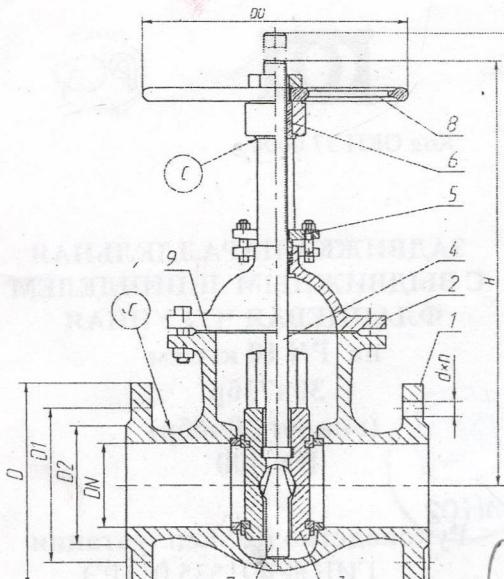

Рис.1
3.1. Задвижка (рис. 1) состоит из следующих основных деталей: корпуса 1, крышки 2, дисков 3, шпинделя 4, сальника 5, втулки резьбовой 6, клина 7 и маховика 8.
Места строповки → указаны на Рис. 1.